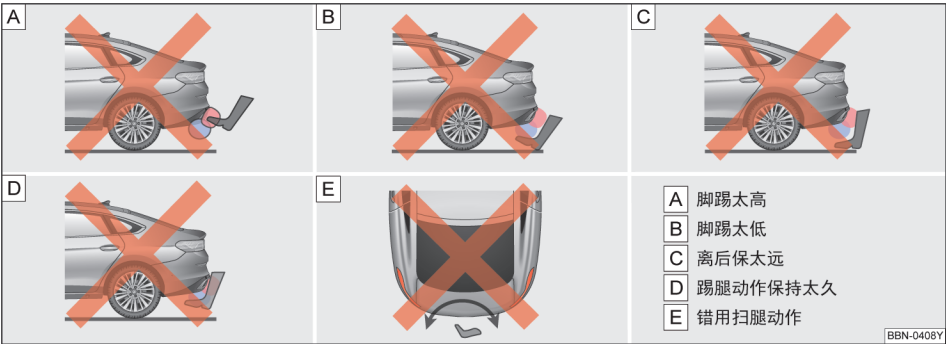

图 62 脚踢激活感应式行李厢盖开启的错误动作示范
- 2、脚踢太高、太低或是离后保太远→图 62 [A]、[B]、[C]
- 3、踢腿动作在后保下保持太久（超过 1 秒）→图 62 [D]
- 4、使用错误的踢腿动作（比如：来回扫腿）→图 62 [E]